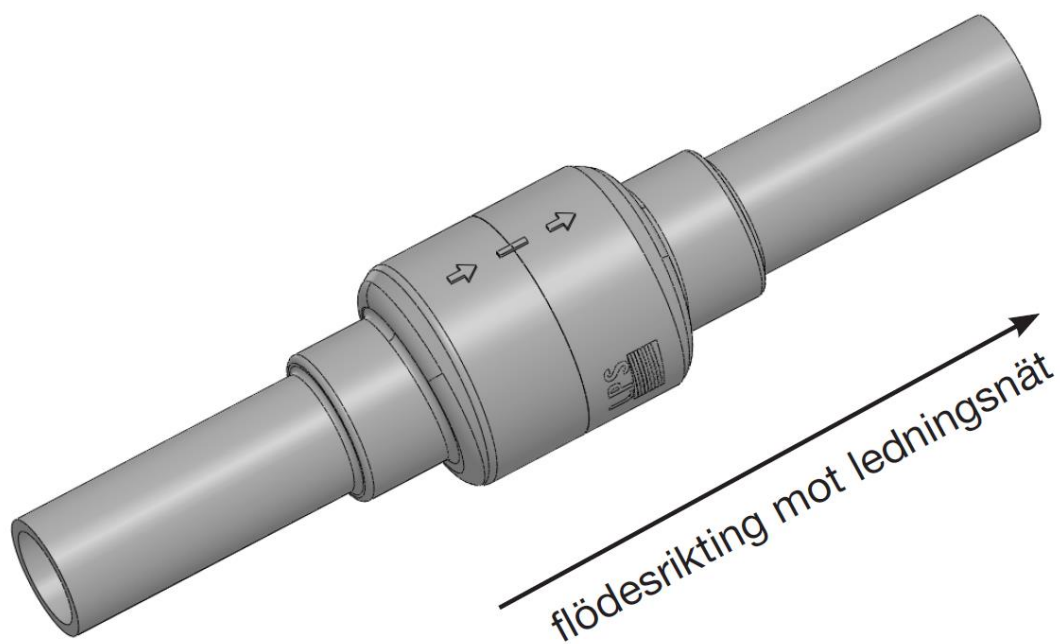

Bild 1. Montera backventil med pilarna synliga uppifrån och med pilarna i flödesriktningen
9. Backventil är installerad vid fastighetsgräns. Se till att backventilen är monterad med dess pilar i flödesriktningen (bort från pumpstationen). Bild 1 visar backventil. Fotografera monterad backventil innan igenfyllnad och bifoga färdiganmälan.